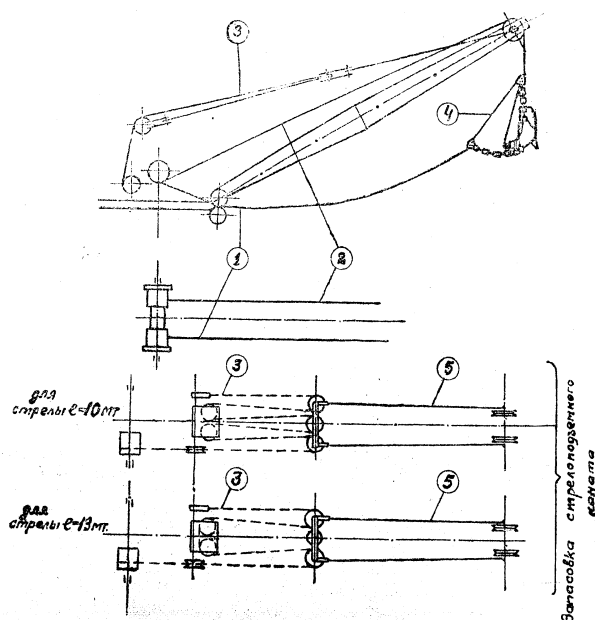

Рис. 9. Запасовка канатов при работе драглайном:
3. Запасовать стрелоподъемный канат. Запасовать один конец подъемного каната на левый барабан главной лебедки в соответствии со схемой запасовки канатов (см. рис. 9), а другой — к коушу опрокидного блока ковша драглайна и произвести подъем стрелы.
При стреле длиной 10 м один из концов стрелоподъемного каната 3 крепится в коуше двуногой стойки, затем последовательно, как указано на рис. 9, проходит через блок полиспаста, горизонтальный блок двуногой стойки, средний блок полиспаста, второй горизонтальный блок двуногой стойки, блок полиспаста, направляющий блок двуногой стойки и конец запасовывается в стрелоподъемном барабане с помощью клиньев.
Запасовка стрелоподъемного каната при стреле длиной 13 м производится на 4 ветва (рис. 9).